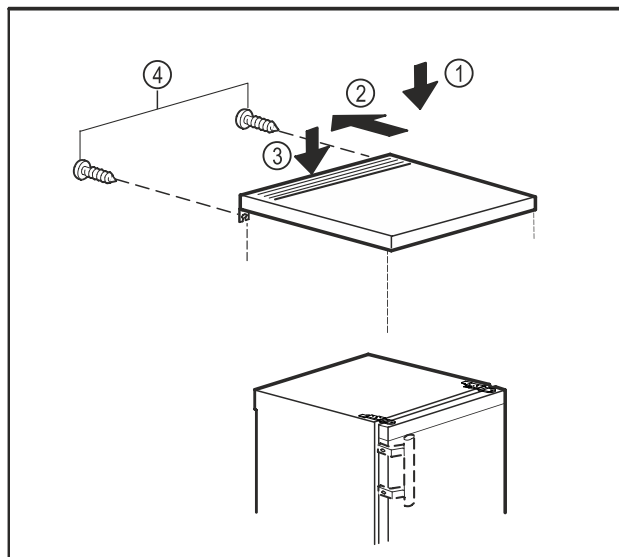

Fig. 11
- ▶ Lägg topplatta på skåpet. Fig. 11 (1)
- ▶ Skjut topplatta bakåt. Fig. 11 (2)
- ▶ Tryck ner topplatta baktill. Fig. 11 (3)
- ▶ Skruva fast skruvar på baksidan. Fig. 11 (4)